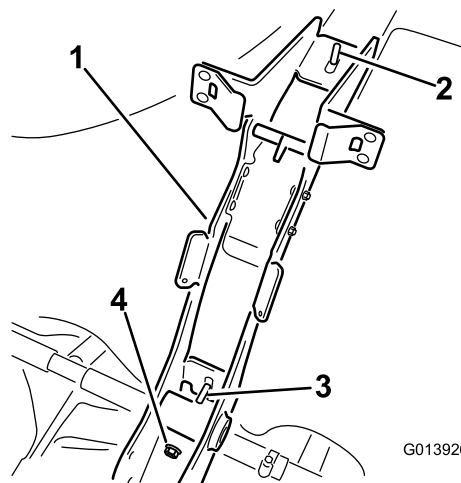

Figura 4
8. Sujete el bastidor principal al fleje del depósito mediante 2 tuercas con bridas (3/8 - 16) (Figura 4).